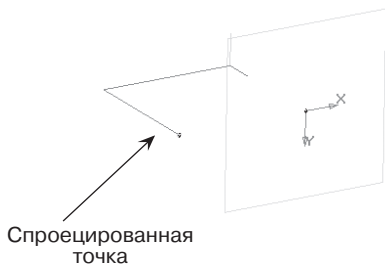

Рис. 414
- чтобы точно построить продолжение направляющей, необходима привязка к окончанию отрезка предыдущего эскиза. Спроецируйте эту точку. На строке **Меню** выберите **Операции**, после щелчка ЛКМ раскроется диалоговое окно, укажите **Спроецировать объект**. Дальнейшие действия должны быть очень точными, вы должны спроецировать *только точку* (рис. 414);